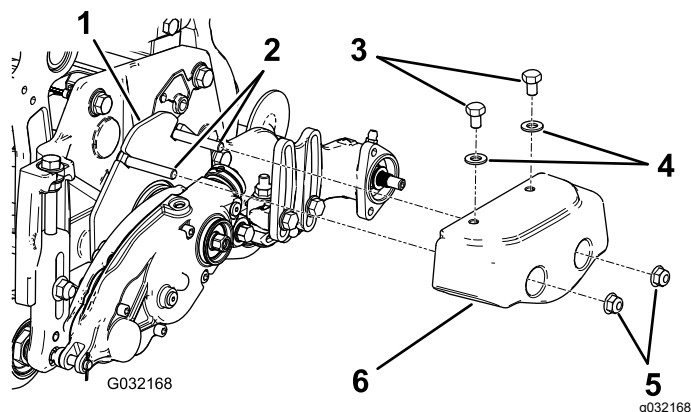

图 6
- 12.7cm 电动滚刀组需要配重块套件型号 03419如 图 6所示丢弃随滚筒刷套件一起提供的配重块和紧固件不使用。
- 17.8cm 液压和电动滚刀组需要配重块套件型号03419如 图 6所示适用于滚筒刷套件型号 03659。